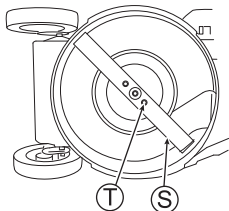

Abb. 40
2. Wenn die Klinge (S) oder die Klingensbefestigungsschrauben (T) "verschlissen", "gebrochen" oder "deformiert" sind, ersetzen Sie sich durch neue, von uns angegebene Teile.
3. Vergewissern Sie sich, dass die Klingensbefestigungsschrauben (T) mit dem angegebenen Drehmoment angezogen sind. (Siehe Abb. 40)
2. Ziehen Sie die Klingensbefestigungsschrauben (T) von Hand ordentlich an.
4. Vergewissern Sie sich, dass die Klingensbefestigungsschrauben (T) mit dem angegebenen Drehmoment angezogen sind. (Siehe Abb. 40)